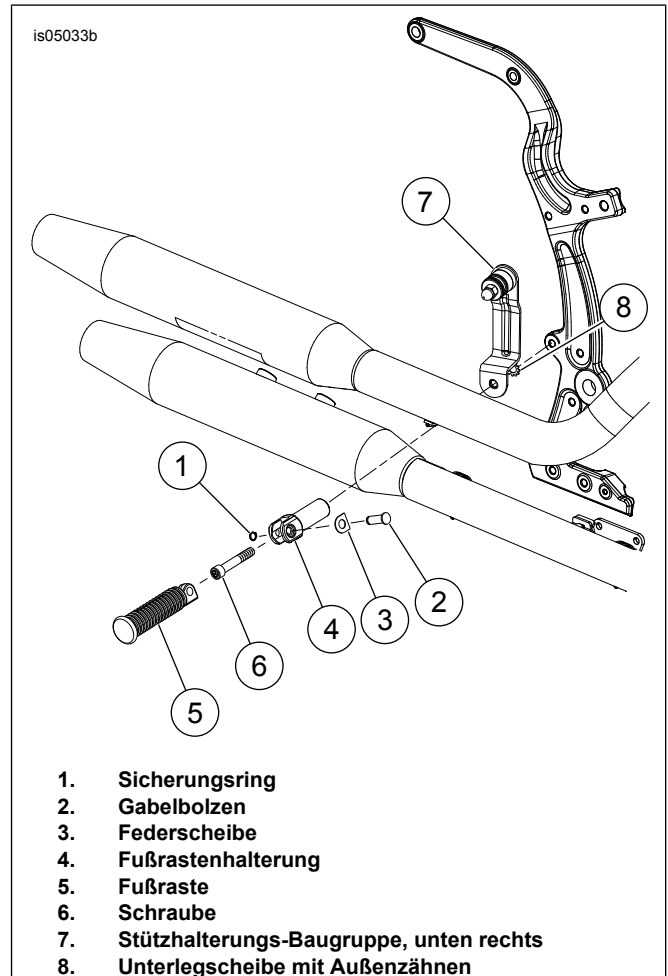
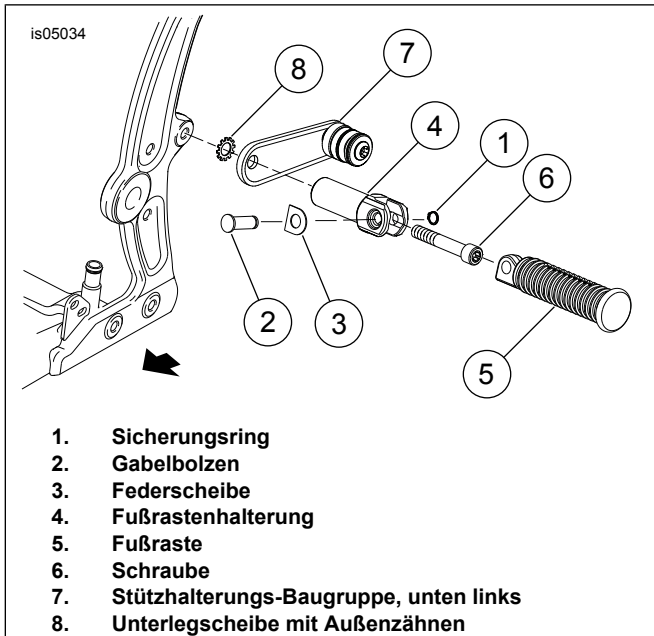

Abbildung 4. Stützhalterungs-Baugruppe, unten rechts
Abbildung 5. Stützhalterungs-Baugruppe, unten links
1. Siehe Abbildung 4. Die Soziusfußraste (5), den Sicherungsring (1), Gabelbolzen (2) und die Federscheibe (3) an der rechten Motorradseite ausbauen.
2. Die Schraube (6) vom Rahmen und der Fußrastenhalterung (4) entfernen und die untere rechte Halterungsbaugruppe und die Sicherungsscheibe auf dem Fußrastenansatz des Rahmens ansetzen. Loctite auftragen und die Fußrastenhalterung und Schraube anbringen. Die Schraube anziehen, damit die Halterung nach Bedarf umplatziert werden kann. Die Fußraste zu diesem Zeitpunkt nicht einbauen.
3. Siehe Abbildung 5. Das Verfahren zum Ausbau der Fußraste an der linken Motorradseite wiederholen und die linke Halterungsbaugruppe so anbringen, dass sie in Richtung Motorradheck zeigt. Die Schraube (6) anziehen, damit die Halterung nach Bedarf umplatziert werden kann.